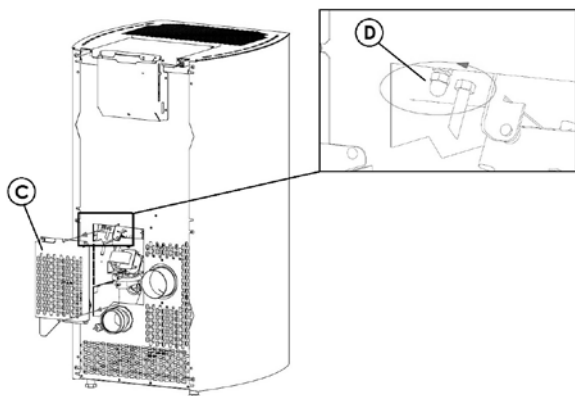

Fig. 35 - Carter verwijderen
- Verwijder de inspectiecarter "C" aan de rugzijde van de carter (zie Fig. 35).